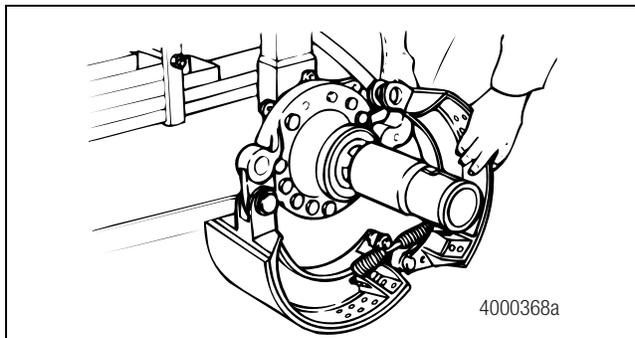

Figure 5.30
- Installer un ressort de rappel neuf sur le segment de frein. Figure 5.30. Placer le segment de frein supérieur sur le porte-segments. Répéter les étapes 5 et 6.